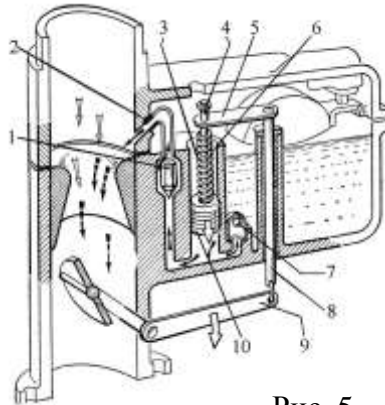

Рис. 5
* Насоса-прискорювача (рис. 5)